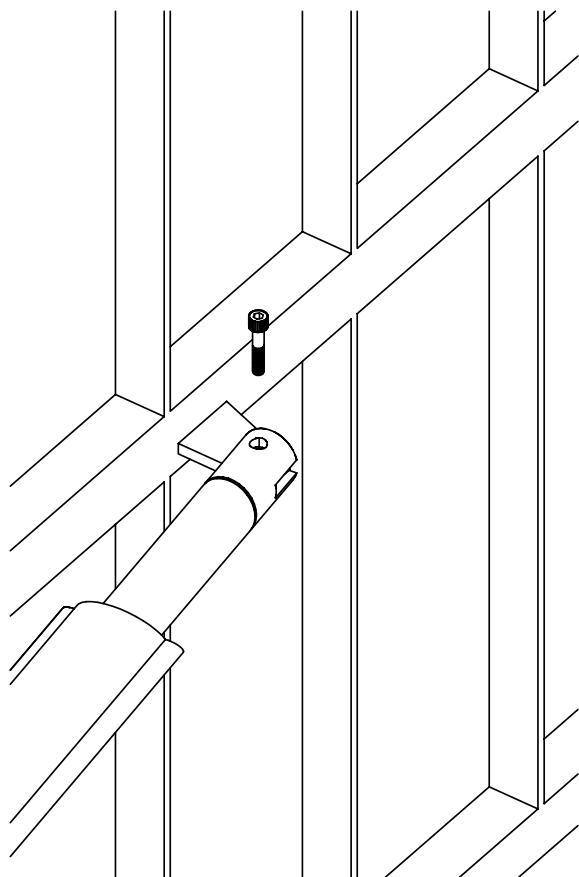

Fig. 10
3. avvitare la staffa piccola al braccio dell'attuatore tramite la vite di dotazione (similmente a quanto descritto in Fig. 10) e posare la staffa piccola all'anta del cancello **completamente chiuso** per determinare dove sarà saldata
3. Den kleinen Befestigungsbügel am Arm des Kolbentorantriebs mit Hilfe der sich in der Ausstattung befindlichen Schraube anschrauben (ähnlich dem, wie in Abb. 10 beschrieben) und den kleinen Befestigungsbügel an den Flügel des **vollständig geschlossenen** Gittertores anlegen, um zu bestimmen, wo er angeschweißt werden soll.
3. tighten the small bracket to the actuator arm using the screw provided (similar to the description in Fig. 10) and rest the small bracket against the gate when it is **completely shut** to see where it has to be welded.
3. Visser la petite patte au bras de l'actionneur avec la vis fournie (comme le décrit la Fig.10) et poser la petite patte sur le battant du portail **complètement fermé** pour calculer où elle devra être soudée.
3. Atornillar la brida pequeña al brazo del accionador con el tornillo en equipamiento (como se describe en la Fig.10) y colocar la brida pequeña en la verja, que debe estar **completamente cerrada**, a fin de determinar dónde se soldará
- ① avvitare la vite come in Fig. 10
- ② Die Schraube wie in Abb. 10 anschrauben.
- ③ tighten the screw as shown in Fig. 10
- ④ Visser la vis comme sur la Fig. 10
- ⑤ Apretar los tornillos según se indica en la Fig. 10